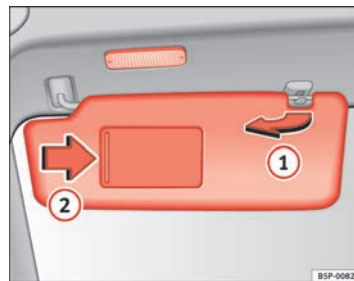

Abb. 81 Sonnenblende
Die Sonnenblenden für den Fahrer und Beifahrer können aus der Halterung in der Fahrzeugmitte herausgezogen und zu den Türen geschwenkt werden ⇒ Abb. 81 ①.